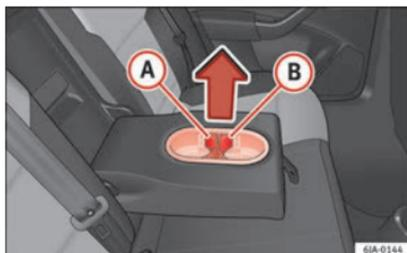

Fig. 151 Apoyabrazos de los asientos traseros: portabebidas.
- Utilizando las partes desmontables **A** y **B** »» fig. 151 puede cambiar el tamaño de los agujeros.